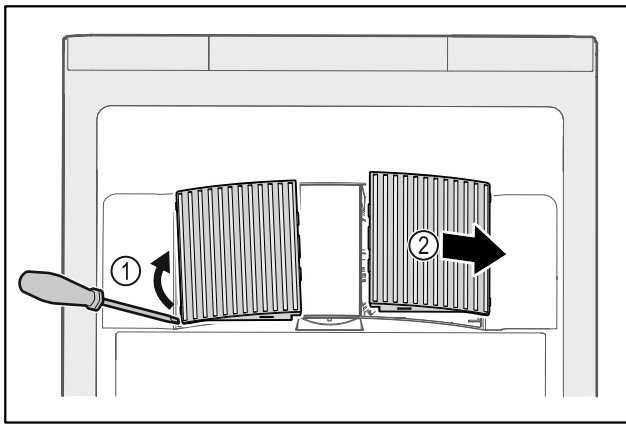

Fig. 228
- ▶ Ventilatorabdeckungen vorsichtig von der Seite heraushebeln Fig. 228 (1) und nach vorne abnehmen Fig. 228 (2).